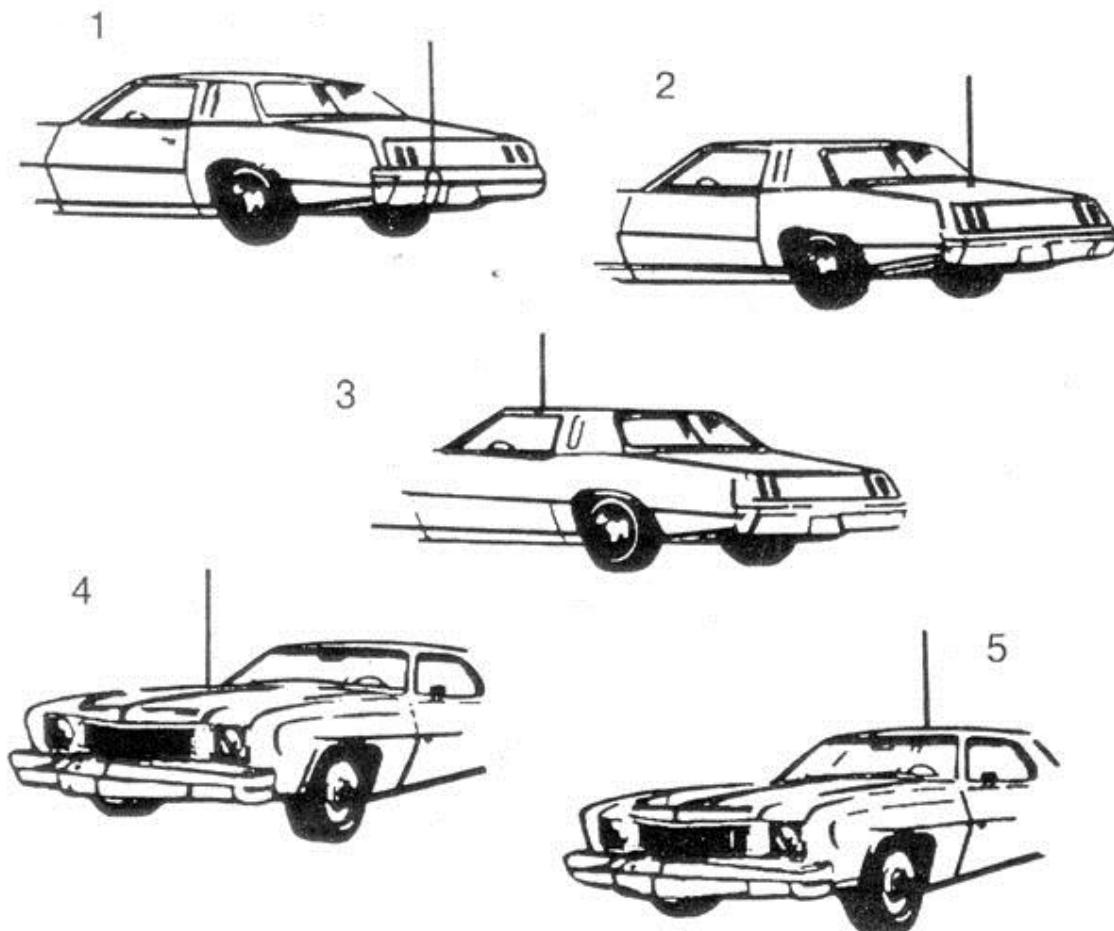

Рис. 6. Типичные места установки автомобильных антенн.
В общем случае имеются два типа антенн для мобильных Си-Би радиостанций - полноразмерный штырь длиной 1/4 волны (2,75 м) и укороченная согласованная штыревая антenna (от 0,5 до 1,9 м). Из-за большой длины полноразмерных антенн на автомобилях применяются, в основном, укороченные антенны длиной не менее 1,2 м, в различных конструктивных исполнениях с креплением через отверстие в крыше, на кронштейне за отбортовку водостока или на магнитном основании (см. рис. 6).
На рис. 6 показаны пять типичных мест установки автомобильной antennы: (1) задний бампер, (2) задняя крышка багажника, (3) отбортовка для стока воды, (4) капот, (5) крыша.